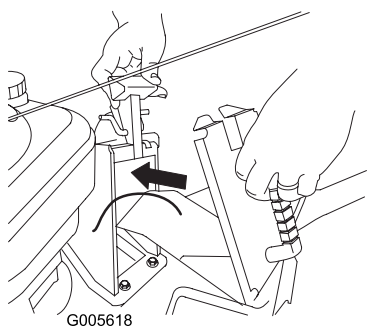

Figure 22
1. Tirer la poignée du volet d'éjection vers l'arrière pour ouvrir le volet (Figure 22).
2. Maintenir le volet grand ouvert et insérer l'obturateur (Figure 22).